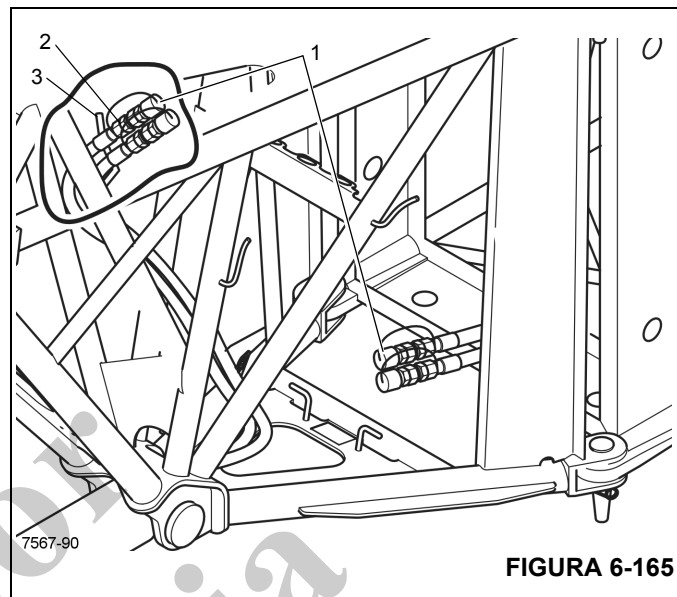

FIGURA 6-165
2. Instale las tapas protectoras (1) (Figura 6-165) en los extremos de manguera.